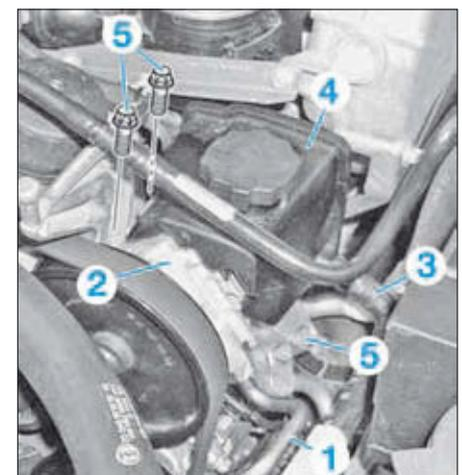

FIG. 14
- Déposer la conduite d'huile haute pression (1) de la pompe d'assistance (2) (Fig.14).